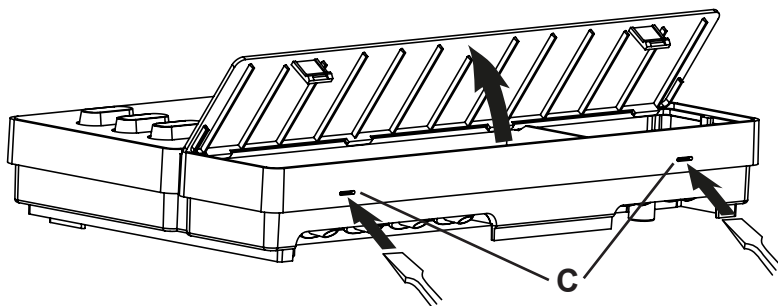

рис. 2 Снятие крышки с корпуса
2. Отверткой слегка придавить защелки **С** и снять крышку с корпуса (см. **рис. 2**).